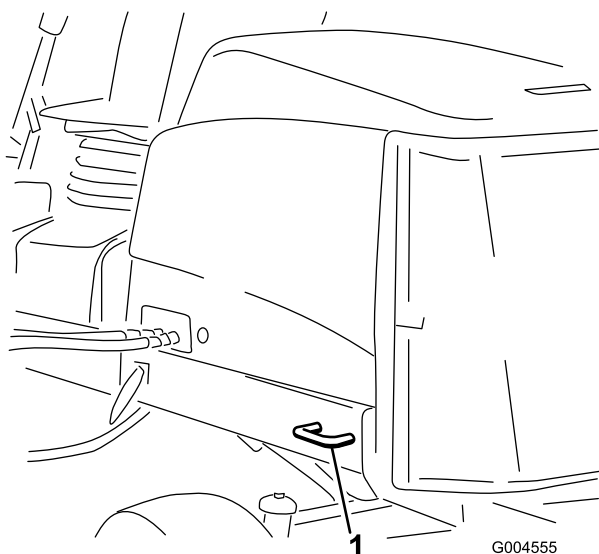

Figura 25
- Traseira – cada lado da máquina na estrutura traseira (Figura 25).